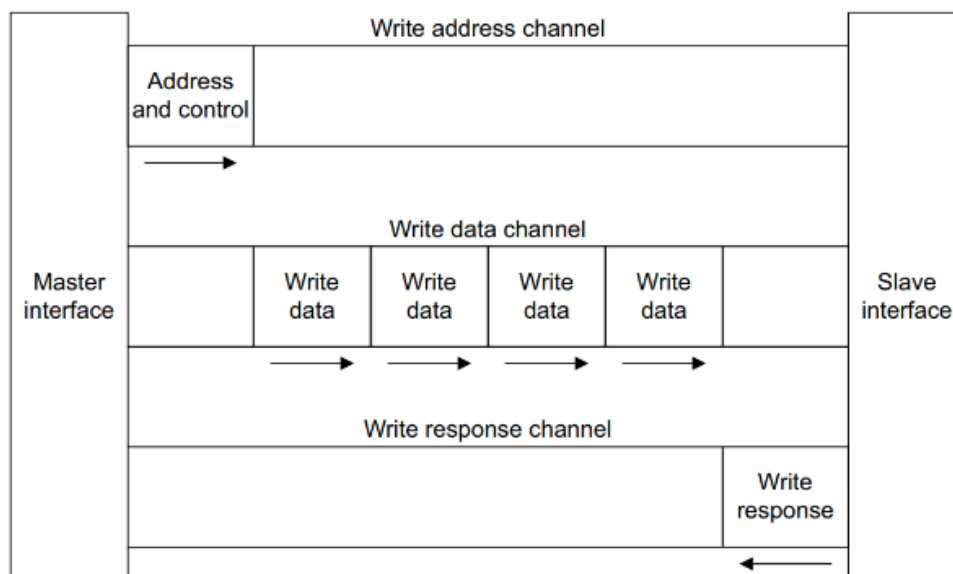

Figura 23. La arquitectura de los canales de escritura
Figura 23 muestra cómo una transacción de escritura utiliza los canales escribir dirección, escribir datos y escribir respuesta. De manera similar a una lectura, el dispositivo maestro envía la dirección y los bits de control. Luego el dispositivo maestro envía los datos en el canal escribir datos y el dispositivo esclavo envía una respuesta.
- O bien un canal de escribir datos para transferir datos del maestro al esclavo (Figura 23). En una transacción de escritura, el esclavo utiliza el canal de escribir respuesta para señalar la finalización de la transferencia al maestro (Figura 23).